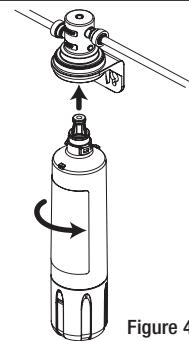

Figure 4
6. Tel que décrit dans la section « Utilisation de raccordements à pousoir », insérer le tuyau bleu de l'adaptateur d'alimentation de 1/4 po dans le raccord ENTRÉE, tel qu'il illustré à la figure 4.
7. Après avoir installé le robinet en suivant les directives détaillées ci-dessous, insérer le tuyau bleu au robinet dans les raccords de SORTIE, tel qu'il illustré à la figure 4.
8. Aligner les guides de la nouvelle cartouche avec la tête et insérer la cartouche dans le module de tête. Tourner la cartouche filtrante dans le sens inverse des aiguilles d'une montre jusqu'à ce qu'elle rencontre une résistance (environ 1/4 de tour). Le filtre est maintenant installé. (Voir figure 4).